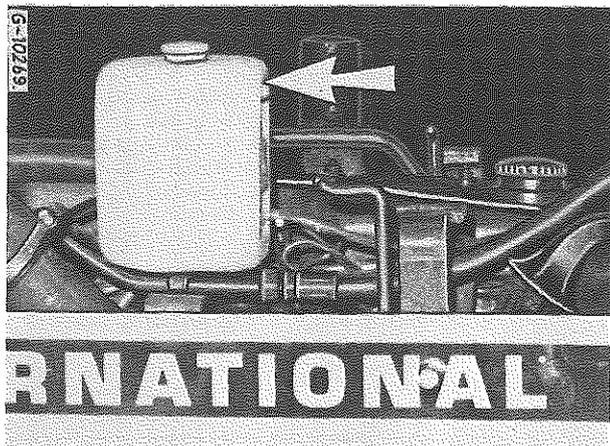

Figure 14e
Le commutateur (3) Fig. 5 actionne le lave-glace et les essuie-glace. Refaites régulièrement le plein du récipient, Fig. 14e, en ajoutant un détergent approprié. Pendant la saison froide ajoutez un produit antigel du commerce pour assurer le fonctionnement du lave-glace.